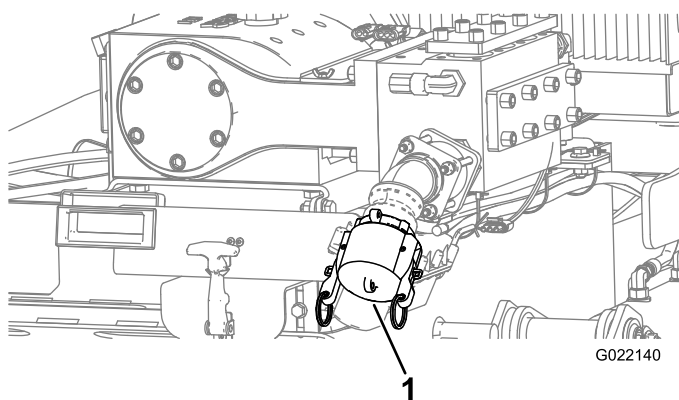

Figura 152
- C. Asegúrese de que está instalado el tapón de la entrada de la bomba de fluido de perforación (Figura 152).